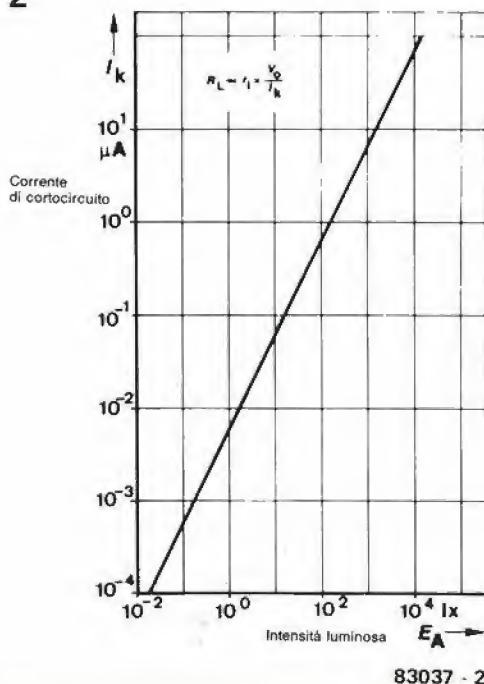

Figura 2. La corrente di cortocircuito del fotodiodo BPW 21 ha un andamento lineare entro una vasta banda di variazione dell'intensità luminosa.
Per poter regolare la luminosità del display (cioè la corrente che lo attraversa) in funzione della luce ambientale, possiamo usare un sensore ABC (Automatic Brightness Control = controllo automatico della luminosità), appositamente progettato per questo scopo. L'OPL 100 (TRW Opton) è un circuito integrato ad 8 piedini (vedi figura 1) che è incapsulato in una massa trasparente. Esso contiene un fotodiodo che ha una superficie sensibile alla luce di 1,7 millimetri quadrati. Come mostrato in figura 2, questo integrato contiene anche un amplificatore di corrente compensato in temperatura, un amplificatore operazionale predisposto per guadagno unitario, quattro comparatori, un flip-flop, un buffer d'uscita ed alcuni circuiti logici di controllo. Oltre a tutto ciò, esso contiene anche uno stabilizzatore di tensione integrato, che può stabilizzare tensioni di alimentazione variabili da 4,5 a 24 V. Con un circuito RC esterno (R_x e C_x) collegato al piedino 5, è possibile generare una tensione a denti di sega, in quanto il condensatore viene alternativamente caricato tramite R_x e scaricato tramite il transistor interno. La frequenza è pressoché uguale ad $1,4/(R_x C_x)$. La tensione a denti di sega varia tra due estremi stabiliti dai comparatori Ulow ed Uhigh; il comparatore del "segnale" confronta questa tensione con quella presente al piedino 1, che è proporzionale alla luce ambiente. Durante ciascun periodo dell'onda a denti di sega, questa tensione sarà, all'inizio, minore di quella presente al piedino 1; il comparatore del "segnale" fa sì che l'uscita (piedino 7) sia positiva. Non appena il livello dell'onda a denti di sega diventa più elevato della tensione al piedino 1, l'uscita del comparatore di "segnale", e quindi il livello al piedino 7, diventa "bassa" (circa 0,4 V), come mostrato in figura 3.
Figura 2. Struttura interna dell'OPL 100. Rx e Cx sono i componenti esterni necessari per ottenere un generatore a denti di sega. Vengono usati comparatori per ricavare un'onda quadra dalla tensione a denti di sega; il rapporto impulso/pausa dipende dalla luce ambiente misurata dal fotodiodo, secondo una legge lineare. La tensione ad onda quadra, con il suo rapporto impulso/pausa variabile, viene usata per controllare la luminosità del display.
alla luce violetta della lunghezza d'onda di 430 nm, arrivando fino alla luce rossa con lunghezza d'onda di 650 nm, con sensibilità maggiore di quella dell'occhio umano. Entrambi raggiungono però il massimo della sensibilità ad una lunghezza d'onda di 555 nm (luce giallo-verde). In altre parole, se una sorgente luminosa emette luce rossa e luce giallo-verde con la stessa intensità di irradiazione, la luce giallo-verde apparirà molto più brillante sia all'occhio che al fotodiodo. Le due curve di figura 1 non coincidono esattamente, ma sono piuttosto vicine una all'altra e, per ottenere la compatibilità quasi perfetta, viene utilizzato il filtro di correzione del colore del fotodiodo. Per entrambi i sensori non è possibile una percezione al di fuori di questa banda di radiazioni. Le radiazioni con lunghezza d'onda inferiore ai 400 nm si trovano nella regione dell'ultravioletto e quelle superiori ai 700 nm fanno parte della regione dell'infrarosso. Un'altra caratteristica favorevole del fotodiodo BPW 21 è la sua eccellente linearità, come appare dalla curva caratteristica di figura 2. La corrente di cortocircuito I_K è perfettamente lineare entro un campo di illuminazione compreso tra 0,01 lx e 10.000 lx. Nella regione che ci interessa, questo ha come risultato una buona linearità per quanto attiene alla sensibilità assoluta, il cui valore tipico è di 7 nA/lx (4,5 nA/lx la minima e 10 nA/lx la massima): la lettura sulla scala dello strumento sarà lineare.
Figura 2. I computer di sviluppo, come per esempio il Junior o l'SC/MP, impiegano circuiti RAM nell'area della memoria di programma. Un'ampia sezione dell'area di memoria indirizzabile è occupata dal programma monitor, contenuto in ROM od (E)PROM, e nelle cosiddette "aree di RAM monitor". I computer specializzati (dedicati), come l'Intelekt, la "casalinga 6502" ed il computer per camera oscura, sono più diffusi. Le loro memorie di programma sono contenute in una (E)PROM e non è necessaria una vasta memoria monitor.
Un sistema di sviluppo può essere anche usato per applicazioni "specializzate", ossia per scopi ben definiti, ma non è possibile il passaggio inverso. La differenza tra un sistema specializzato ed un sistema di sviluppo è mostrata in figura 2. I computer che necessitano di spazi di memoria sempre più vasti sono quelli di sviluppo (SC/MP, Junior, eccetera). I dati nelle loro memorie di programma sono di solito organizzati come in figura 2. Nell'area di memoria di programma sono usate le RAM. Il programma monitor occupa gran parte dell'area di memoria indirizzabile. Questa consiste di una ROM oppure di una (E)PROM contenente le istruzioni operative, nonché di un'area RAM per memorizzazione intermedia e di un blocco di ingressi/uscite a mappa di memoria. Il programma monitor contiene le diverse routine che servono allo sviluppo di altri programmi, come: la routine di ingresso/uscita, di lettura e di scrittura della memoria. Elektor ha pubblicato diversi circuiti di computer specializzati, come l'Intelekt, la